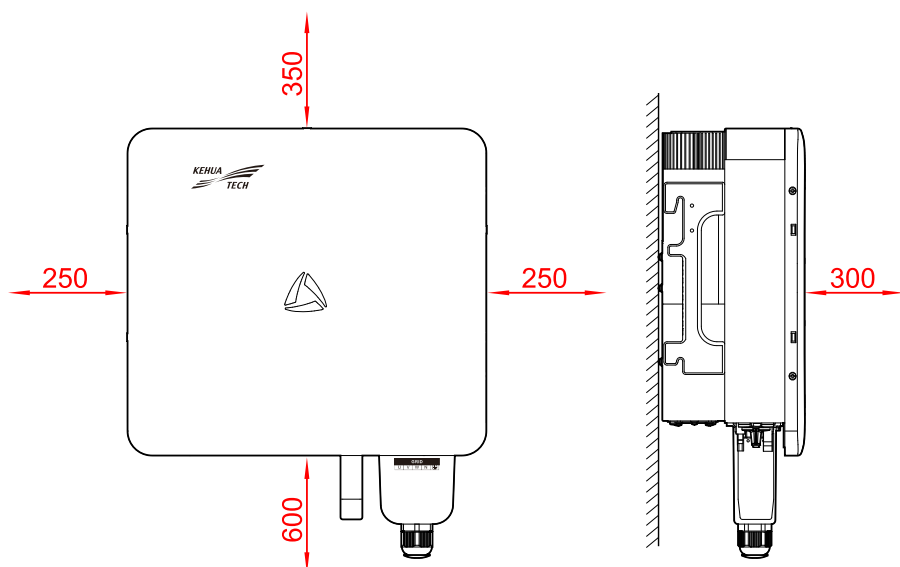

Figura 3-3 Espaço de instalação (unidade: mm)
Mantenha uma folga de pelo menos 300 mm da frente do inversor em relação a outros objetos, pelo menos 250 mm do lado esquerdo e direito do inversor em relação a outros objetos, pelo menos 350 mm da parte superior do inversor em relação ao teto e pelo menos 600 mm da parte inferior do inversor em relação ao solo, o que é bom para dissipação de calor ou manutenção, como exibido na Figura 3-3.
- Etapa 1 Determine o local de instalação de acordo com o tamanho do inversor (como exibido na Figura 3-6) e a folga de instalação (como exibido na Figura 3-3).